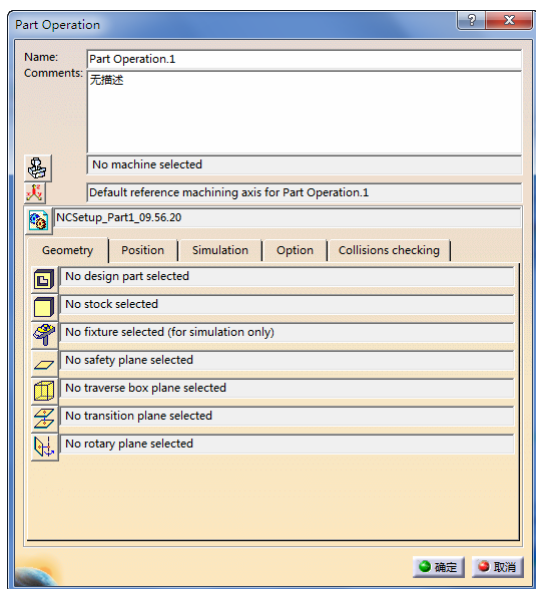

图 5-3 “Part Operation”对话框 (1)
1) 在特征树上双击“Part Operation.1”节点, 弹出“Part Operation”对话框 (1), 如图 5-3 所示。